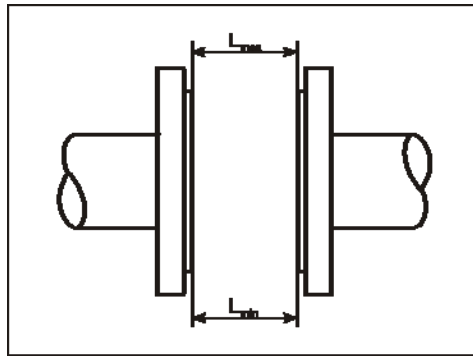

Рисунок 5 — Определение отклонения фланцев трубопровода от параллельности
2.2.2.3 Монтаж датчиков расхода бесфланцевой конструкции следует производить с помощью шпилек. Фланцы трубопроводов должны быть соосны и плоскопараллельны друг другу (рисунок 5), что достигается применением при сварке специального габаритного имитатора датчика расхода.
2.2.2.6 Наибольшее допустимое отклонение ответных фланцев на трубопроводе от параллельности должно определяться из неравенства  $L_{max} - L_{min} < 0,5 \text{ мм}$  (рисунок 5).